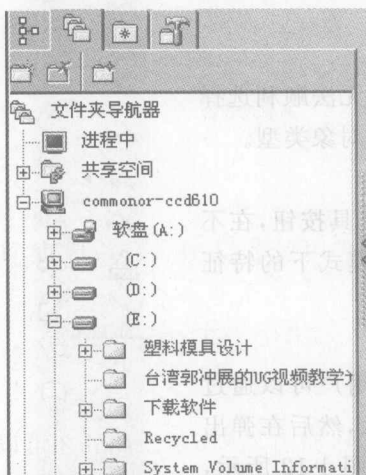

图 1-5 【文件夹导航器】下拉列表
**【文件夹导航器】**——此功能类似于 Windows 资源管理器，如图 1-5 所示。